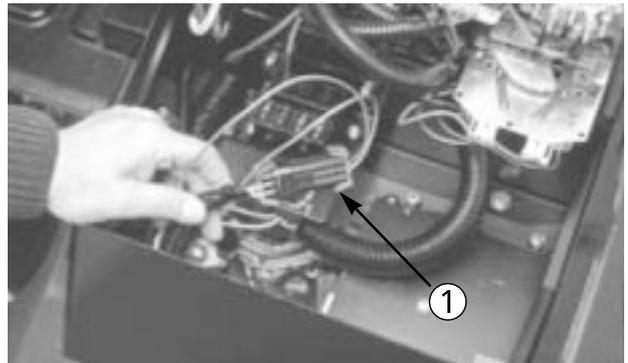

図 33
1. 駆動シャフト(図33)をエンジンの駆動カップラから外す(キャップスクリューをはずして外す)。
5. 牽引が終わったら、図33のように駆動シャフトを元通りに取り付ける。スプラインにより、正しい方向以外では接続できないようになっている。